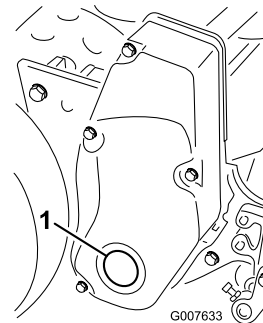

Figure 50
1. Enlevez le bouchon du couvercle d'entraînement droit (Figure 50).